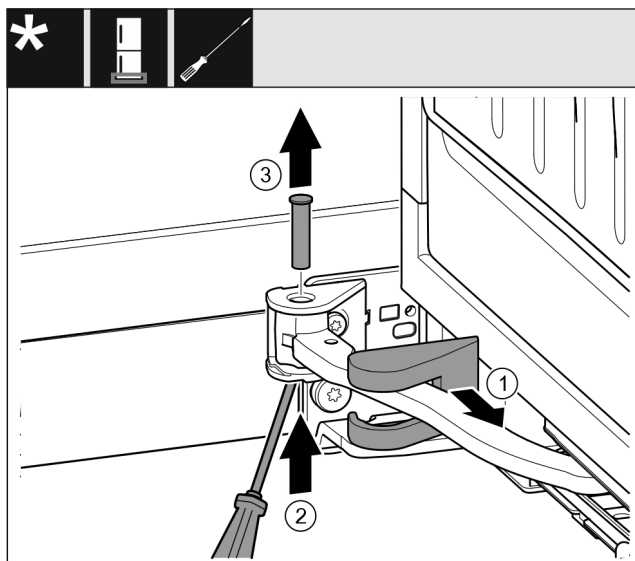

Fig. 15
- Stáhněte kryt stojanu ložiska Fig. 15 (1) a posuňte podél kloubu.
- Čep Fig. 15 (2) zespuďu nadzvedněte šroubovákem.
- Čep Fig. 15 (3) vytáhněte shora.